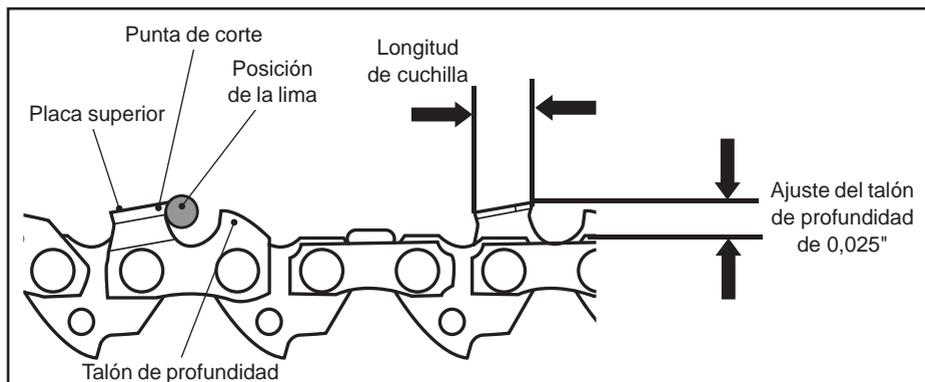

Fig. 67
9. Utilice un instrumento de medición del talón de profundidad para comprobar la altura de este. La mayoría de los principales proveedores de herramientas pueden suministrarle dispositivos de medición del talón de profundidad (Fig. 67).